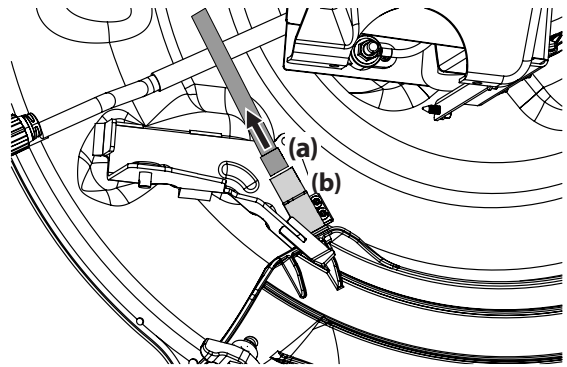

Figura 21
6. Desconecte el conector del cable (a) del interruptor de seguridad (b) de la parte trasera del canal de descarga. Consulte la Figura 21.
3. Conecte el conector del cable (a) en el interruptor de seguridad (b) de la parte trasera del canal de descarga. Consulte la Figura 21.